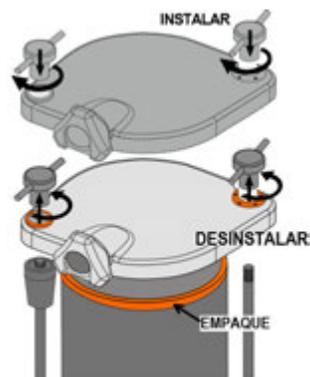

FIG 8. INSTALACIÓN DE TAPA SUPERIOR
- f) Asegúrese que el pistón este en la posición baja, afloje las dos perillas superiores (1). Levante y remueva la tapa superior, retire el empaque del cilindro (Fig.8). Afloje y retire la tuerca de sujeción de boquilla.